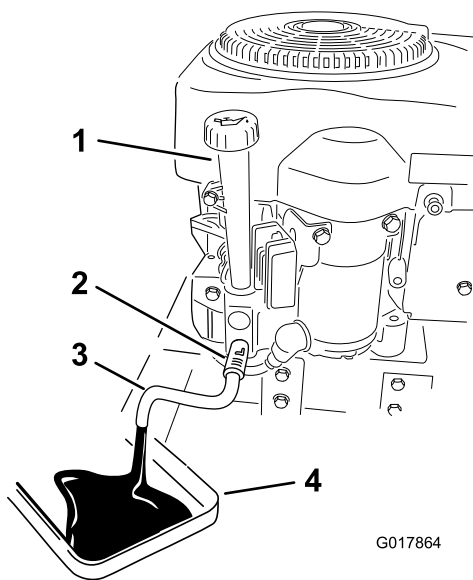

Figura 32
- Limpe a área em redor da válvula de drenagem e, na estrutura da máquina, localize o tubo de drenagem e deslize-o sobre a válvula de drenagem (Figura 32).
- Coloque um recipiente de drenagem sob a máquina directamente por baixo do tubo de drenagem (Figura 32).
8. Remova a tampa/vareta (Figura 32).
12. Coloque lentamente cerca de 80% da quantidade de óleo especificada no orifício de enchimento (Figura 32).